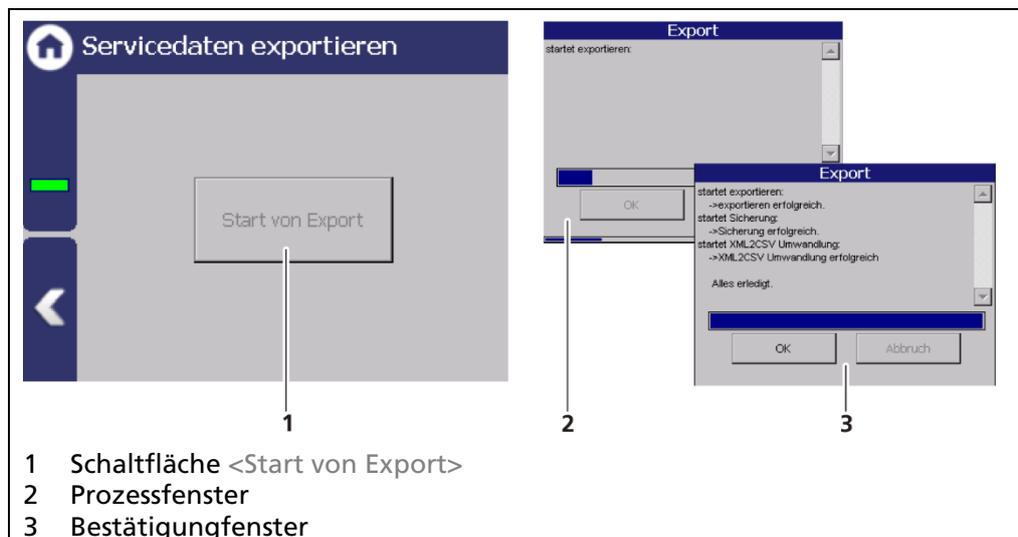

Abb. 145 Servicedaten exportieren
6. Der USB-Speicher wird nach einigen Sekunden vom System erkannt und die Schaltfläche <Start von Export> (Abb. 145, Pos.1) kann angeklickt werden.
7. Klicken Sie auf die Schaltfläche <Start von Export> (Abb. 145, Pos.1).
- ▶ Das Prozessfenster (Abb. 145, Pos.2) öffnet sich und der Export wird durchgeführt.
- ▶ Nach erfolgreichem Export wird ein Bestätigungsfenster (Abb. 145, Pos.3) angezeigt.